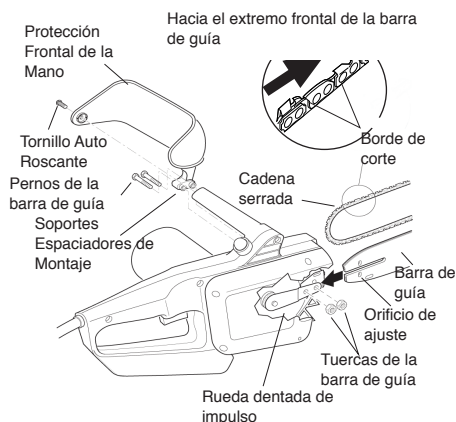

Figura 2 - Ensamble de la Barra Guía, Cadena y Protección para la mano
2. Instale la protección frontal de la mano en el cuerpo de la sierra. Haga esto presionando los dos soportes separadores de montaje de la Protección para la mano hacia los orificios de forma hexagonal en el cuerpo de la sierra (vea la Figura 2).
8. Coloque la cadena alrededor del piñón impulsor, luego a lo largo de la ranura superior de la barra guía y alrededor de su punta curva. Nota: Asegúrese que los bordes cortantes de la cadena estén con dirección hacia la derecha. Coloque la cadena de modo que los bordes cortantes de la parte superior de la barra guía estén con dirección hacia la punta curva de la barra guía (vea la Figura 2).